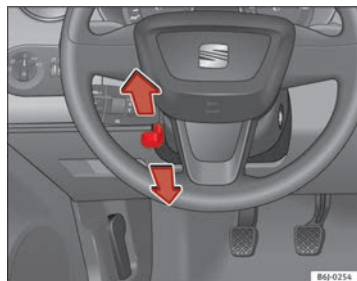

Fig. 105 Ajuste de altura del volante
- Tire hacia abajo de la palanca ⇒ fig. 105 situada debajo de la columna de dirección ⇒ ⚠.
- Ajuste el volante hasta alcanzar la posición deseada ⇒ fig. 105.
- Ajuste el asiento del conductor o el volante de modo que quede una distancia mínima de 25 cm entre el volante y el tórax ⇒ fig. 105. ¡Si no respeta la distancia mínima, el airbag no le protegerá adecuadamente y corre peligro de muerte!